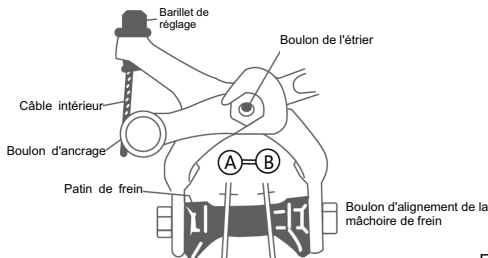

Figure 8
- Les deux patins doivent avoir la même distance par rapport à la jante de la roue, environ 1-2 mm. Ils peuvent être réglés avec les boulons d'alignement des mâchoires de freins. (Figure 8)